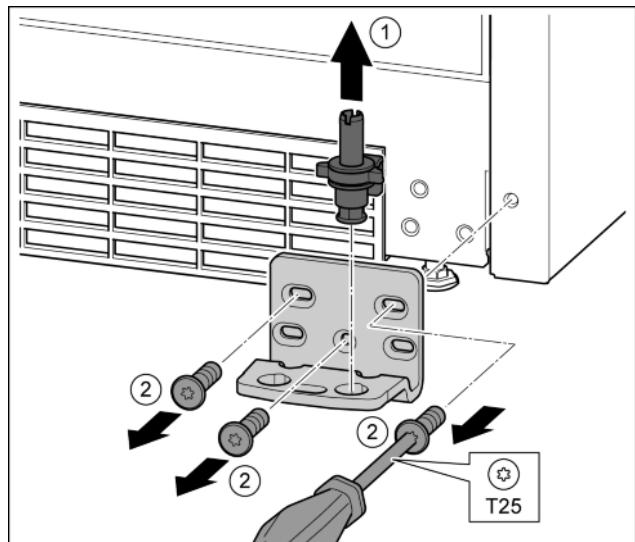

Fig. 16
- Опорный палец полностью извлечь движением вверх. Fig. 16 (1)
- ▶ Открутить винты отверткой T25 и снять опорный кронштейн. Fig. 16 (2)